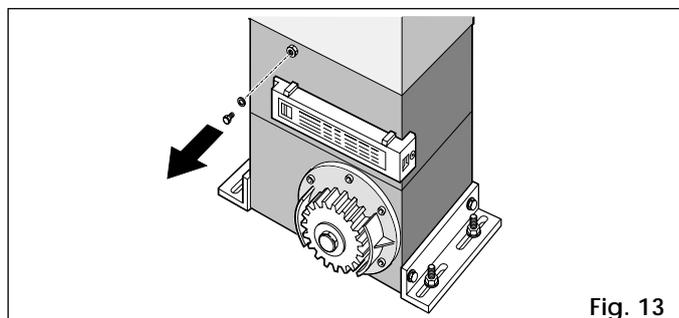

Fig. 13
- 6) Déposer et conserver la vis de mise à l'air libre comme indiqué Fig. 13.